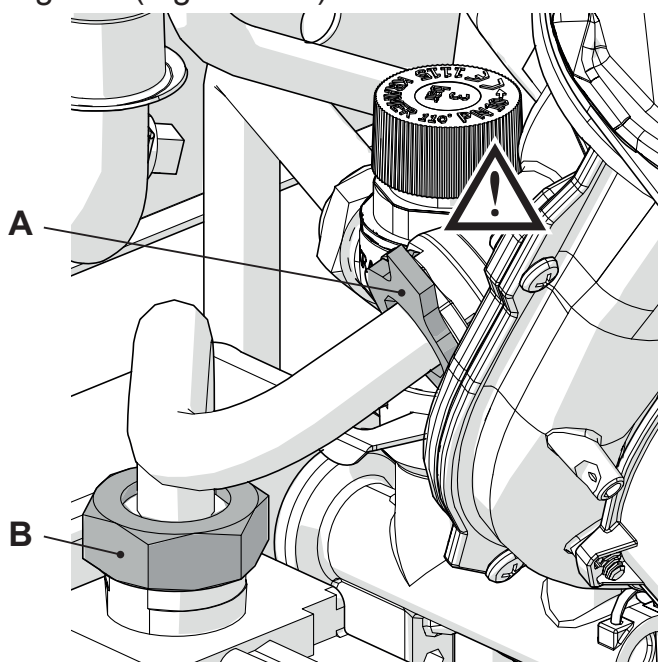

Figura 13.1
- Svitare il girello **B** ed estrarre il tubo del gas **A** (Figura 13.1).
Attenzione per rimontare eseguire le operazioni effettuate in senso inverso, stando attenti a non rovinare la guarnizione OR del tubo gas quando si inserisce il tubo nel mixer aria/gas ed eseguire la prova di tenuta gas dopo aver stretto il girello del tubo gas (Figura 13.1).